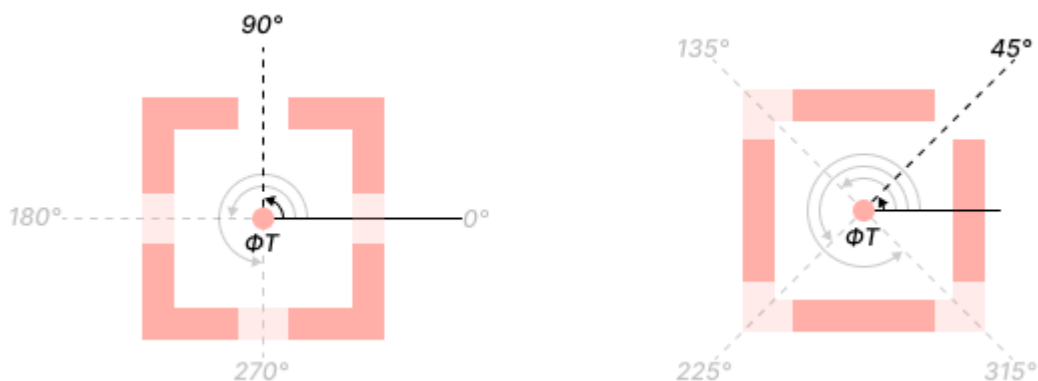

Рис. 199 Построение спиц термобарьера
- Угол наклона спицы – значение угла, под которым строится первая спица, относительно оси X против часовой стрелки. Значение может быть задано в диапазоне 0 – 359° с шагом 1°, см. Рис. 199.